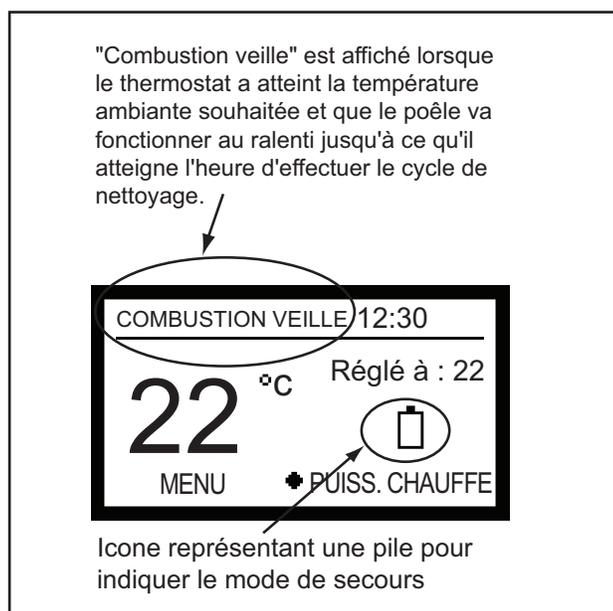

Figure 26.1
- Une icône en forme de pile apparaît sur l'écran de la télécommande murale afin de vous informer que l'appareil fonctionne dorénavant sur la batterie de secours. **Figure 26.1.**
La télécommande murale affiche l'icône d'une pile lorsqu'elle fonctionne dans le mode secouru par batterie. **Figure 26.1.**